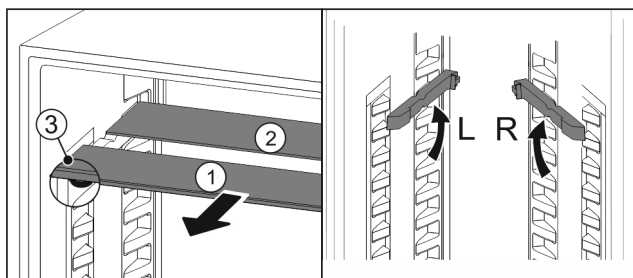

Fig. 99
- ▶ 将玻璃隔板逐个向前拉出 Fig. 99 (1)。
- ▶ 带装饰条的玻璃隔板 Fig. 99 (1)在前。
- ▶ 阻挡装置 Fig. 99 (3)指向下方。